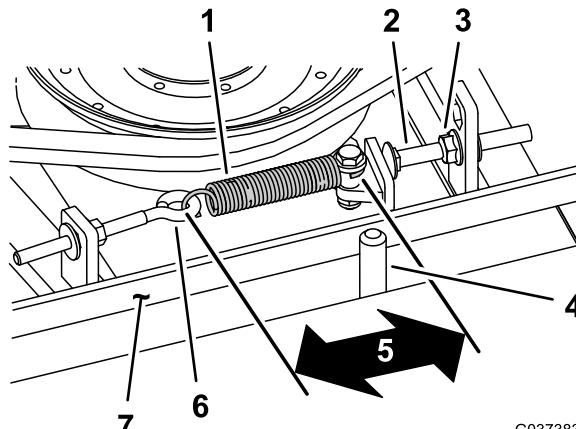

Figure 76
Lorsque le ressort d'extension est correctement tendu, l'intérieur doit mesurer (d'un crochet à l'autre) entre 8,3 et 9,5 cm (3 1/4 à 3 3/4 po). Lorsque le ressort est correctement tendu, ajustez le boulon d'arrêt (boulon de carrosserie) jusqu'à obtention d'un jeu d'environ 2 à 5 mm (0,065 à 0,185 po) entre la tête du boulon et le bras de la poulie de tension (Figure 76).
Remarque: La courroie doit être placée du côté ressort du guide (Figure 76).
2. Desserrez le boulon à œil pour pouvoir enlever le ressort d'extension (Figure 76).
3. Desserrez l'écrou à embase qui fixe le boulon d'arrêt à la patte de montage, et écartez la poulie de tension de la courroie pour détendre cette dernière (Figure 76).
9. Raccrochez le ressort d'extension (Figure 76) au boulon à œil et tendez la courroie comme suit :